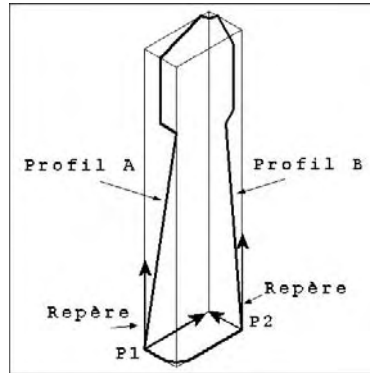

Fig.6.25
- 3 Tracez à l'aide d'une polyligne le profil A. Pointer le point P1 puis à l'aide des coordonnées relatives entrer les points suivants (fig.6.25 et 6.26):
5 Tracez à l'aide d'une polygone le profil B. Pointez le point P2 puis à l'aide des coordonnées relatives entrez les points suivants (fig.6.25 et 6.26):